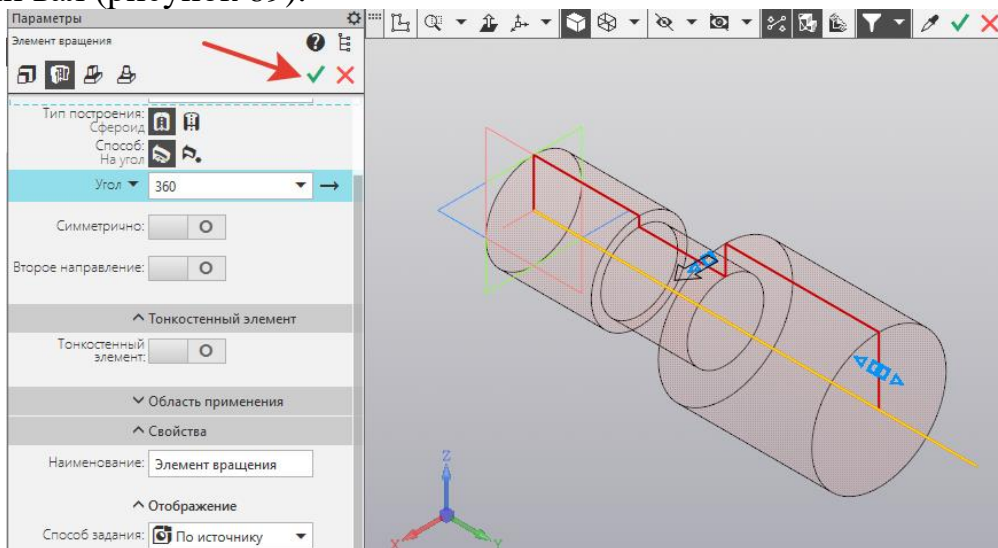

Рисунок 89.
4. На инструментальной панели *Элементы тела* – выбрать *Элемент выдавливания* – *Элемент вращения*. Создать объект. Получили вал (рисунок 89).